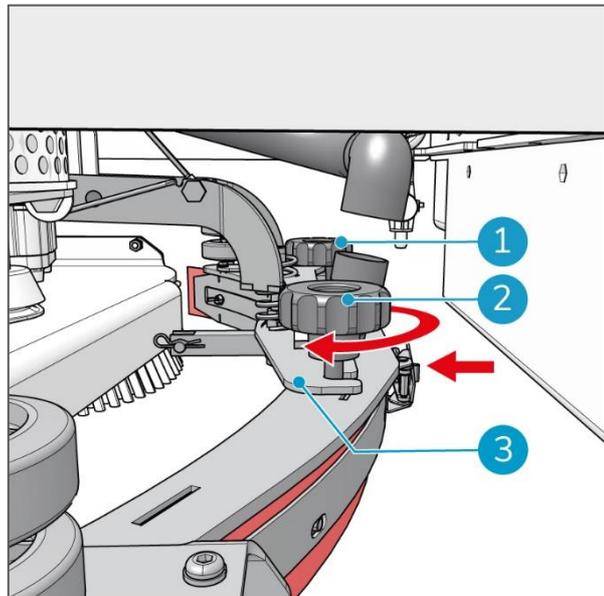

Abbildung 34
3. Drehen Sie die am weitesten von Ihnen entfernte Sterngriffschraube (Abbildung 34, Pos. 1) in den Ausschnitt der Hebeplatte (Abbildung 34, Pos. 3). Achten Sie darauf, die Schraube vollständig in den Ausschnitt einzuführen.
4. Ziehen Sie die Sterngriffschraube handfest an (Abbildung 34, Pos. 1).
5. Wiederholen Sie dies für die zweite Sterngriffschraube (Abbildung 34, Pos. 2).